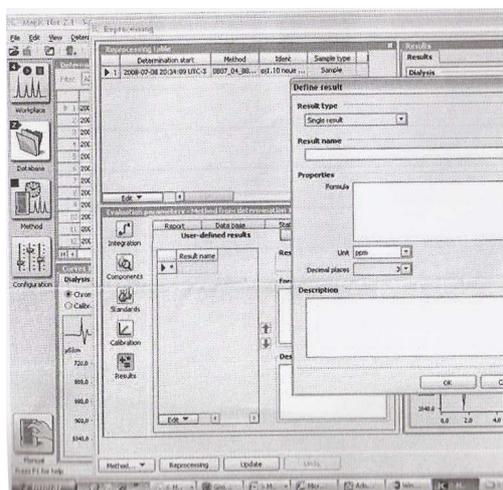

Figura 17.1 – Janela do software Magic Net IC, limite de detecção.
- Aparecerá uma tela como esta, Figura 17.1: